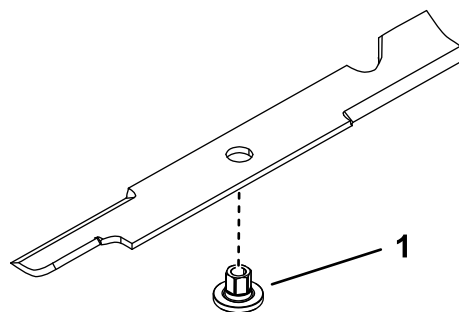

Figura 79
1. Montați buca în lamă cu gulerul bucei pe partea inferioară (care intră în contact cu iarba) a lamei (Figura 79).